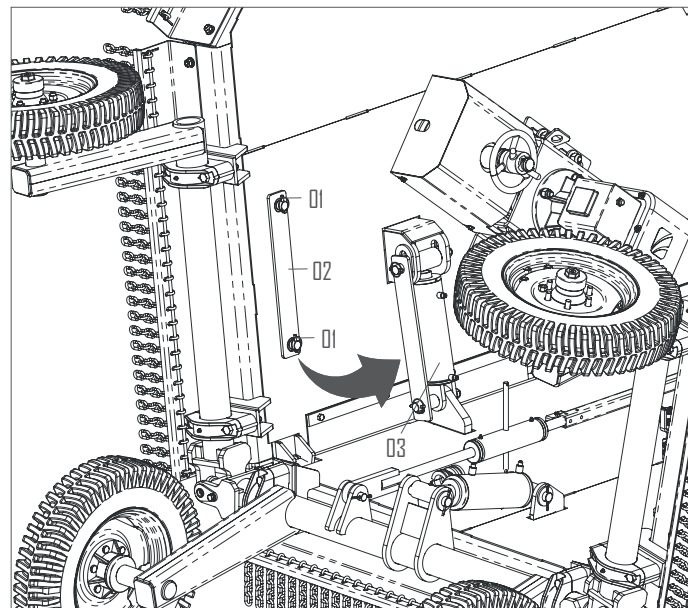

FIGURA 38
1 - Retire as travas com argola (1) liberando a chapa de fixação (2) para travar o cilindro para o transporte, conforme Figura 38.